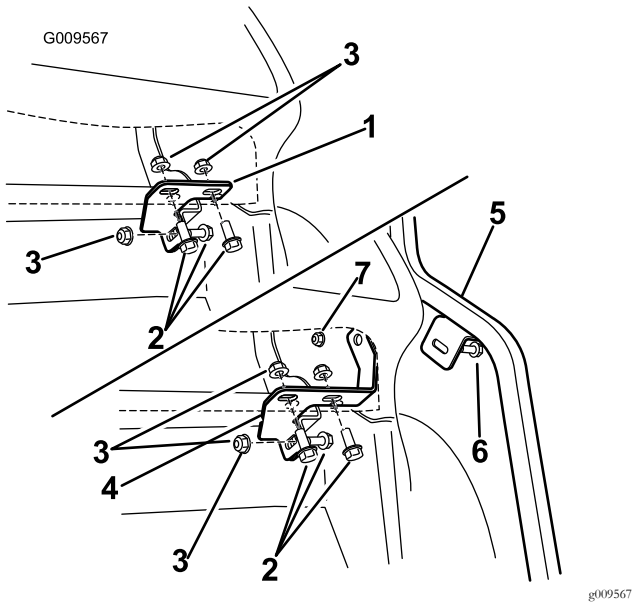

Figura 4
retire el soporte que está situado debajo del salpicadero (Figura 4).
- Instale el perno del salpicadero (5/16" x 1") a través del tubo de sujeción delantero derecho, el salpicadero y el soporte del salpicadero (Figura 4).
- Instale provisionalmente la tuerca con arandela prensada (5/16") para sujetar el soporte del salpicadero y el tubo de sujeción a la máquina (Figura 4).
- Instale provisionalmente el resto de las fijaciones que retiró anteriormente para sujetar el soporte del salpicadero al tubo transversal y al bastidor (Figura 4).